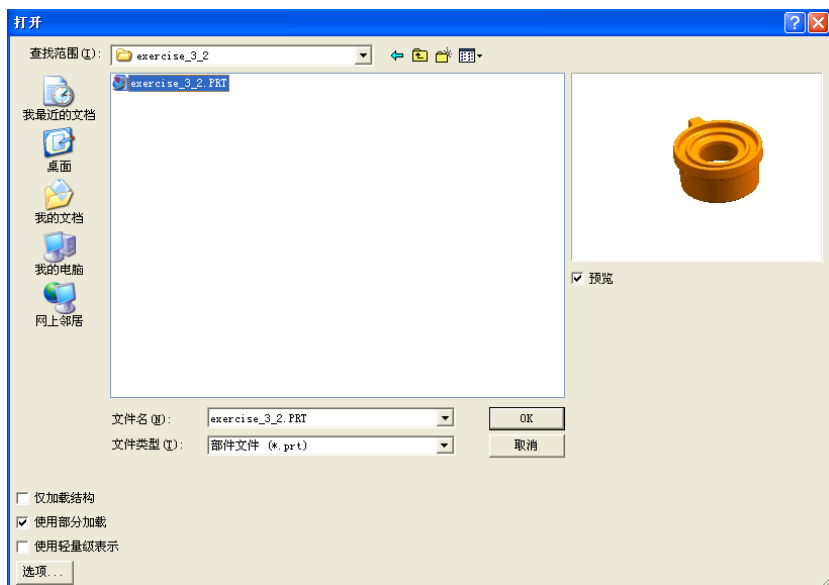
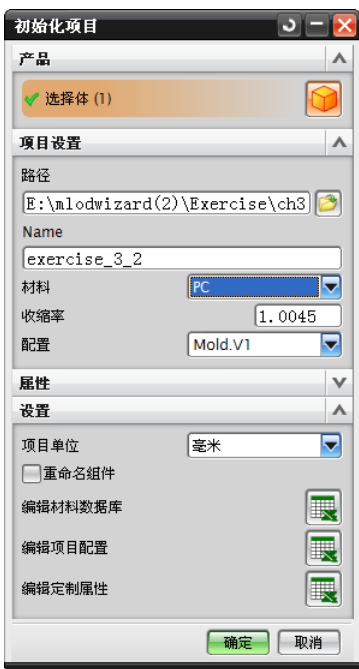

图 3-27 【打开】对话框
图 3-28 【初始化项目】对话框
单击【装载产品】图标，弹出如图 3-27 所示的【打开】对话框，选择…\Exercise\ch3\exercise_3_2\exercise_3_2.prt 文件，然后单击【OK】按钮，弹出如图 3-28 所示的【初始化项目】对话框。
(2) 如图 3-28 所示, 选择默认的项目路径和项目名称, 项目单位选择毫米, 可以在这里选择塑件材料, 指定收缩率, 也可在后面的收缩率功能部分指定, 配置选择【Mold V1】模板, 然后单击【确定】按钮。